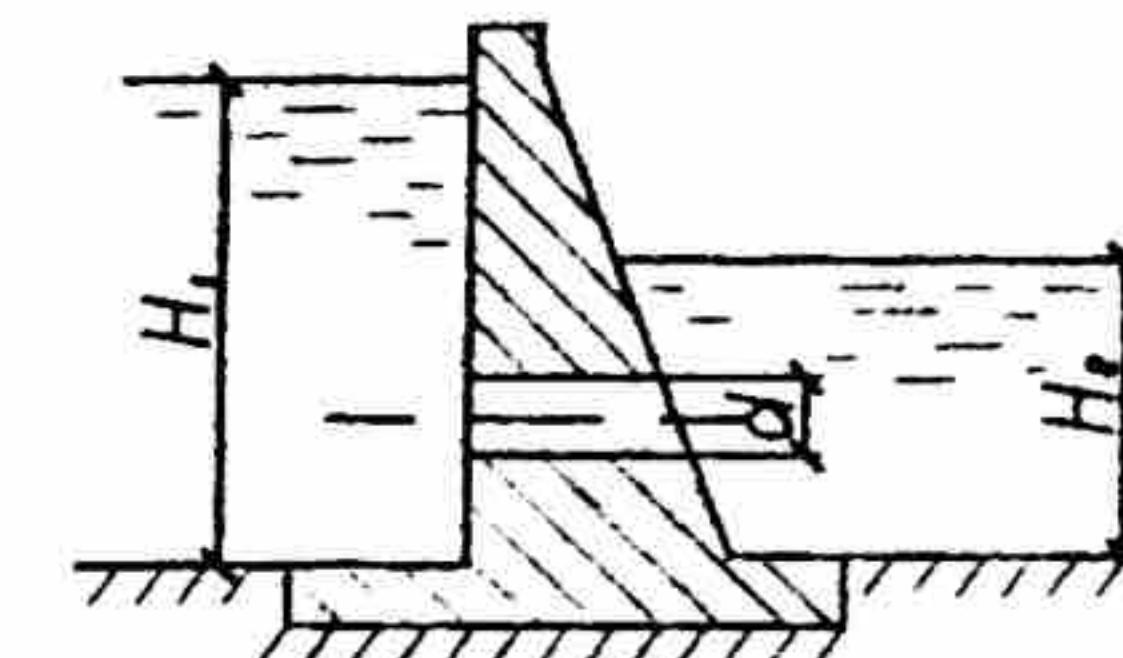

Рис.20
22. В теле плотины уложены две водовыпускные трубы. Глубина воды в верхнем бьефе H_1 , в нижнем – H_2 . Определить диаметр труб, длина которых равна l , а расход воды, пропускаемый двумя трубами равен Q (рис. 20).